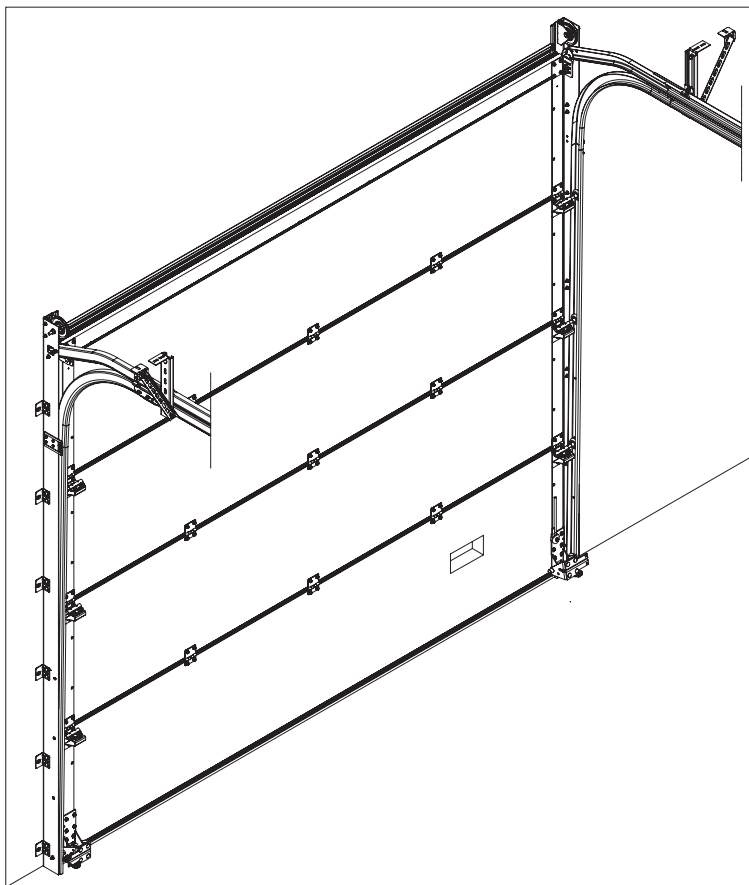

Рис. 28
- Секции полотна ворот устанавливаются в соответствии маркировкой, определяющей их порядковый номер. Переноску секций производить в вертикальном положении. Соединение секций производится при помощи боковых и промежуточных петель (рис.28).